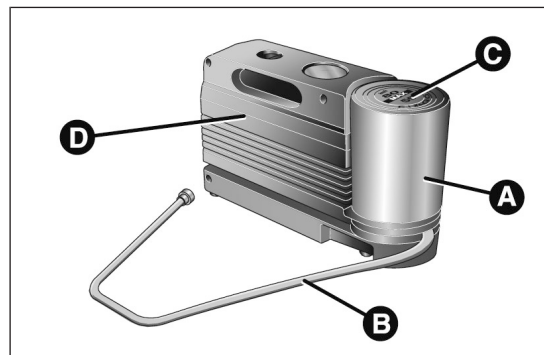

fig. 23
- une bombe aérosol A fig. 23 contenant le liquide de colmatage, munie de :